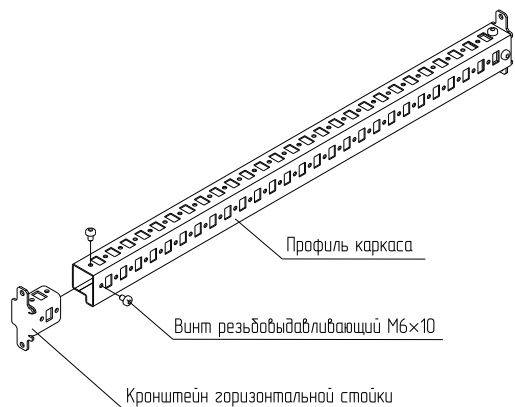

Рисунок 2
4.1.2 Надеть кронштейны горизонтальной стойки на торцы профиля каркаса и закрепить винтами M6×10 (рисунок 2). Момент затяжки – 7 Н·м.